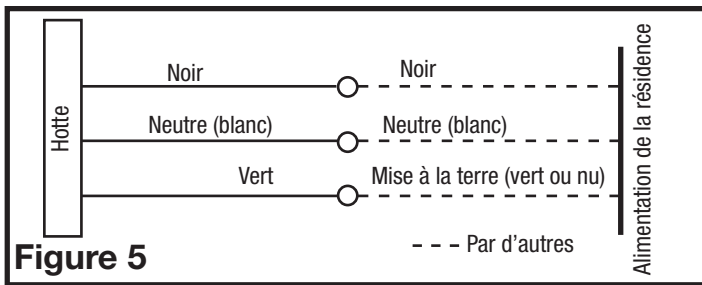

Figure 5
3. Examinez le couvercle du compartiment de câblage et sélectionnez l'entrée des câbles la plus appropriée puis retirez l'alvéole défonçable. Passez le câble d'alimentation dans l'ouverture et installez un serre-câble approprié. Raccordez le fil blanc de l'unité de puissance au fil blanc de l'alimentation. Raccordez le fil noir de l'unité de puissance au fil noir de l'alimentation. Connectez le fil de mise à la terre de la résidence (vert ou cuivre nu) au fil de mise à la terre de l'unité de puissance (vert ou jaune). Utiliser des méthodes de raccordement approuvées pour toutes les connexions (**Figure 5**).